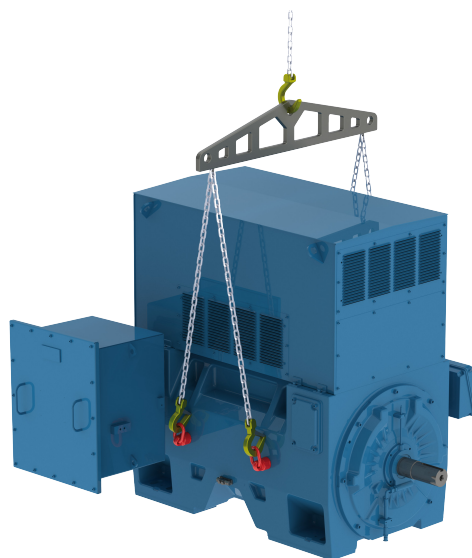

图 4.6: 平行链条吊装 W60 电机
- 对于 W60 电机，如第 16 页图 4.6 所示，必须使用吊梁将起重元件（链条或绳索）保持在垂直位置，以防止电机表面受损。